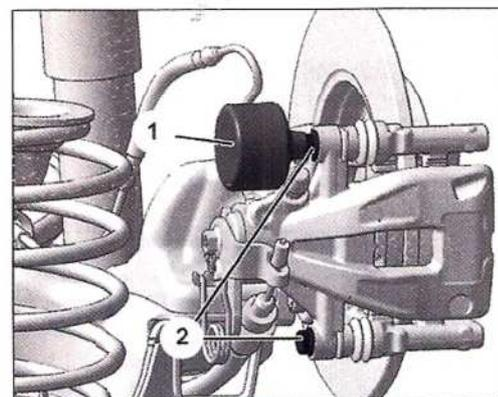

FIG.7
- Desmontar el batidor (o peso anti-vibrador) (1), y los tornillos (2) (Fig.7).